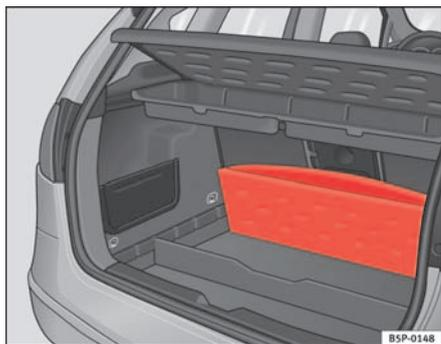

Fig. 104 Sportello vano portabagagli piegabile
- Sollevare il pavimento del vano portabagagli e piegarlo completamente all'indietro ⇒ fig. 104.